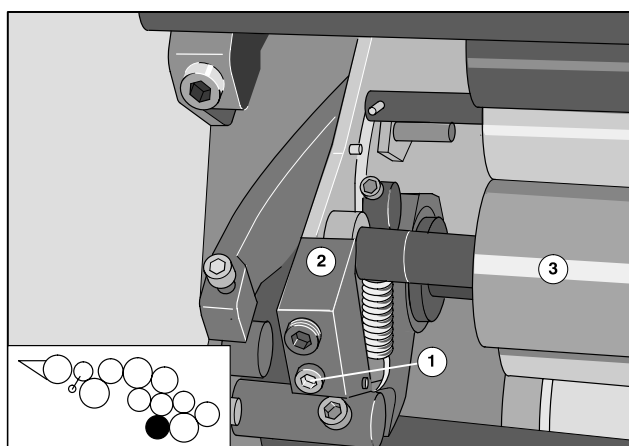

図6 第4インキ移しローラの取り外し
- ❶ 付属のホルセットレンチでネジ(図6/❶)を緩めます。ネジは、駆動側および操作側のラッチ(図6/❷)から抜けません。
- ❷ 駆動側と操作側のラッチ(図6/❷)を下に倒します。
- ❸ 第4インキ移しローラ(図6/❸)を、軸受けからデリバリの方向に取り外します。